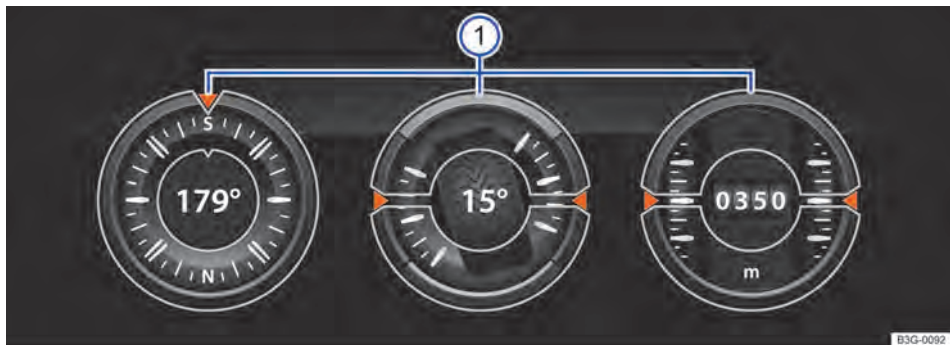

Fig. 150 No sistema Infotainment: indicação de off-road.
O display pode exibir, no máximo, 3 instrumentos simultaneamente. Cada um dos instrumentos pode ser selecionado para cada uma das áreas de exibição → Fig. 150 ① (esquerda, central, direita).